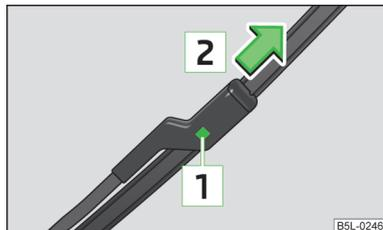

Abb. 51
- Die Sicherung [1] » Abb. 51 drücken und das Scheibenwischerblatt in Pfeilrichtung [2] abziehen.